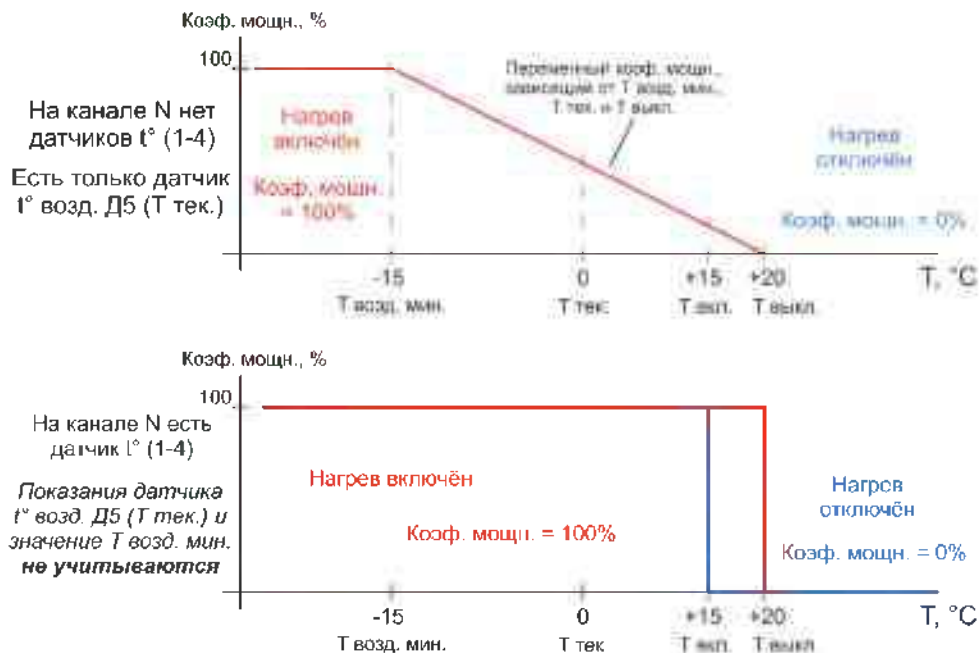

Рисунок 12. Алгоритм работы нагрева на произвольном канале N (от 1 до 4) в зависимости от наличия на этом канале датчика  $t^\circ$  поверхности
$P$  – это время от цикла реле (периода нагрева), в течении которого будет включён нагрев. То есть нагрев при указанных на верхнем графике рис. 12 параметрах будет осуществляться в течении  $50 \times 57,14\% = 30,86$  минут. Оставшиеся  $(50 - 30,86) = 19,14$  минут нагрев осуществляться не будет.
- если в какой-либо строчке отображается измеренное значение температуры, то это означает, что для данного канала подключён датчик температуры поверхности и этот канал работает по алгоритму «Труба» (см. рис. 12 и п. 7.1.) **независимо от показаний и наличия датчика Д5**
- справа в каждой строчке отображается вычисленный коэффициент мощности в соответствии с графиком на рис. 12